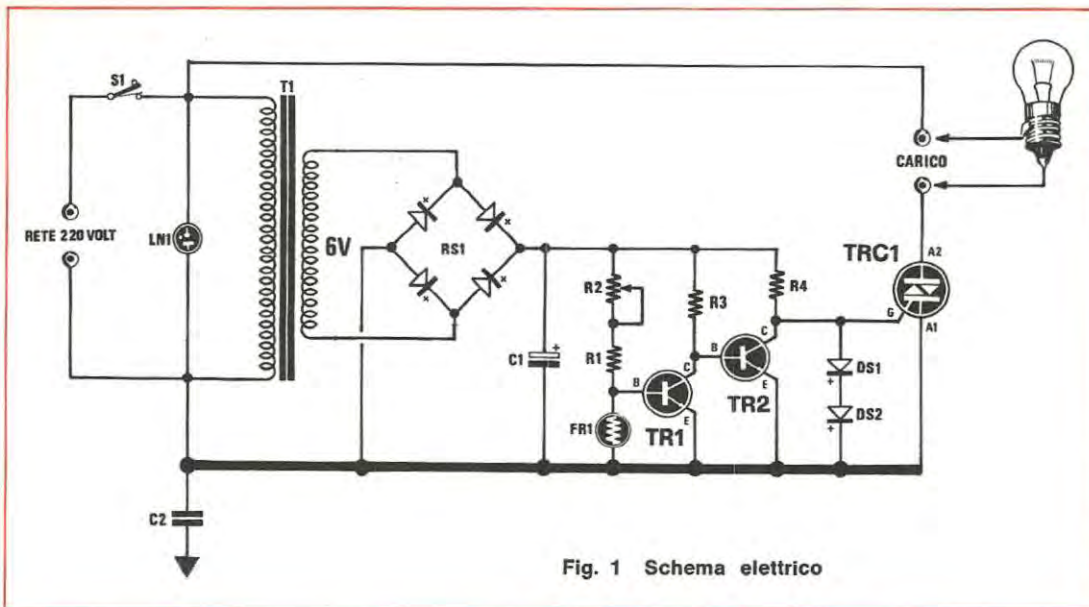

Fig. 1 Schema elettrico
Esaminando lo schema elettrico di fig. 1 cercheremo di analizzare nella maniera più semplice il funzionamento in modo da mettere tutti in condizioni di realizzarlo e farlo funzionare con cognizione di causa.
**Fig. 6** Modificando il circuito elettrico originale, come indicato in disegno potremo realizzare un semplice ma efficace antifurto a raggio luminoso. Si dovrà solo collocare ad una certa distanza una lampadina provvista di lente in modo da concentrare la luce sulla fotoresistenza. Se il fascio di luce verrà interrotto, il relè si ecciterà mettendo in funzione una sirena o altro segnalatore acustico. Per sbloccare il circuito occorrerà pigiare il pulsante P1. Tutti i valori risultano identici a quelli di fig. 1. Il relè dovrà essere scelto da 6 volt per poter funzionare con la tensione disponibile sul ponte raddrizzatore.